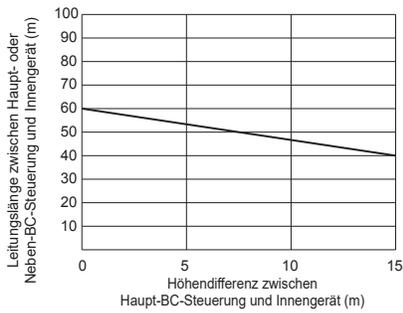

Fig. 1
- *2 Siehe Fig. 1. (Wenn jedoch das Modell P/M200 oder P/M250 als Innengerät angeschlossen ist, beträgt der maximal zulässige Abstand zwischen der BC-Steuerung und dem am weitesten entfernten Innengerät 40 m.)
- *3 Wenn die Rohrleitungslänge oder die Höhendifferenz die in Fig. 1 angegebene Beschränkung überschreitet, eine Neben-BC-Steuerung an das System anschließen. Die Einschränkungen für ein System mit einer Neben-BC-Steuerung werden in Fig. 2 dargestellt. Wenn eine gegebene Systemkonfiguration innerhalb der schraffierten Fläche in Fig. 2 fällt, die Größe der Hochdruck- und der Flüssigkeitsleitung zwischen der Haupt- und Neben-BC-Steuerung um eine Größe anheben. Bei Verwendung von Innengeräten der Modelle P/M32, P/M40, P/M50, P/M100 oder P/M125 die Größe des Flüssigkeitszweigrohres zwischen der Neben-BC-Steuerung und dem Innengerät um eine Größe anheben. Bei Verwendung von Innengeräten des Typs P/M140 oder größer können die in Fig. 1 gezeigten Beschränkungen nicht erweitert werden.
*3 Wenn die Rohrleitungslänge oder die Höhendifferenz die in Fig. 1 angegebene Beschränkung überschreitet, eine Neben-BC-Steuerung an das System anschließen. Die Einschränkungen für ein System mit einer Neben-BC-Steuerung werden in Fig. 2 dargestellt.
Bei Verwendung von Innengeräten des Typs P/M140 oder größer können die in Fig. 1 gezeigten Beschränkungen nicht erweitert werden.